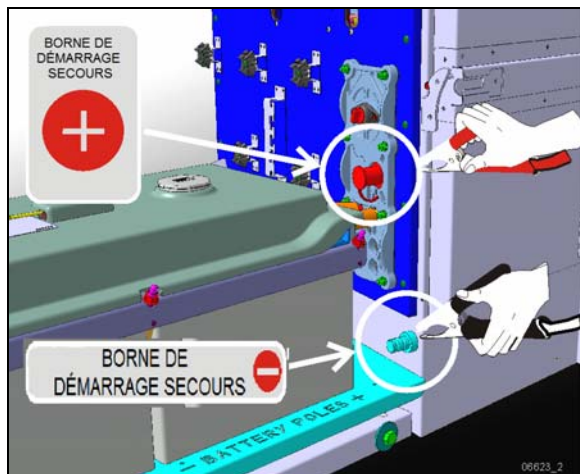

FIGURE 45 : BORNES DE DÉMARRAGE-SECOURS
Dans les autocars X3-45, les bornes de démarrage est situé à proximité des batteries dans le compartiment moteur, à la droite, et est accessible par la porte droite du moteur (Figure 45).
3. Connecter l'autre extrémité du câble d'appont rouge à la borne de démarrage-secours positive (+) du véhicule dans le compartiment d'alimentation principal. (Figure 45).
5. Connecter l'autre extrémité du câble d'appont noir à la borne de démarrage-secours négative (-) du véhicule dans le compartiment d'alimentation principal. (Figure 45)